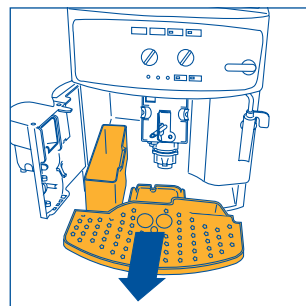

Fig. 16
**NOTA 7 :** la machine compte le nombre de cafés qu'elle fait. Tous les 14 cafés simples (ou 7 doubles), le voyant ☹ s'allume fixe (chap. 12 point 3) pour avertir que le tiroir est plein de pastilles usées et qu'il faut le vider et le nettoyer. Tant que le tiroir n'est pas nettoyé, le voyant reste allumé et la machine ne peut pas faire de café. Pour effectuer le nettoyage, ouvrez le volet de service sur le devant en tirant la poignée (fig. 15) ; le voyant △ commencera à clignoter (voir § 12 point 9) ; sortez l'égouttoir (fig. 16) videz-le et nettoyez-le. Videz et nettoyez soigneusement le tiroir à marc en éliminant tous les résidus déposés sur le fond. Essayez également les éventuelles gouttes de condensation déposées à l'intérieur de la machine sous l'égouttoir. **IMPORTANT:** quand vous sortez l'égouttoir, **VIDEZ TOUJOURS le tiroir à marc, même s'il n'est pas plein. Sans cela, il se peut qu'après, en faisant les cafés, le tiroir se remplisse plus que prévu et que la machine s'engorge de pastilles usées.**
- retirez l'égouttoir et le tiroir à marc (fig. 16) et lavez-les ;